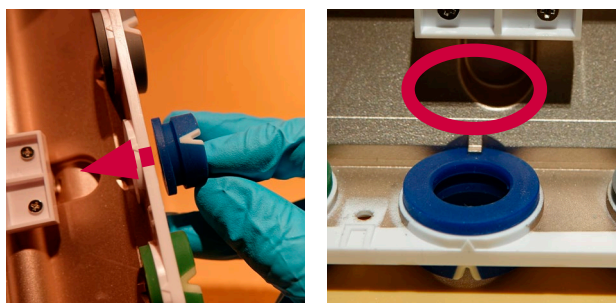

Figure 26 - Insertion d'un nouvel anneau de couleur
b) Mettre le nouvel anneau de couleur en place en le poussant depuis l'extérieur du boîtier arrière (Figure 26)